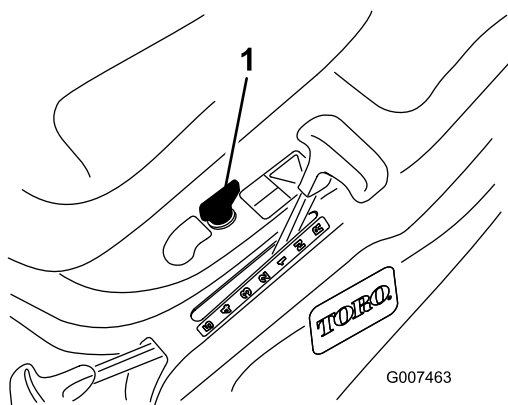

Figura 14
Se dovete utilizzare il comando delle lame (PDF) durante la retromarcia, escludete l'interruttore di sicurezza agendo sull'interruttore KeyChoice, situato accanto alla staffa del sedile (Figura 14).
2. Inserite la chiave KeyChoice nell'interruttore (Figura 14).